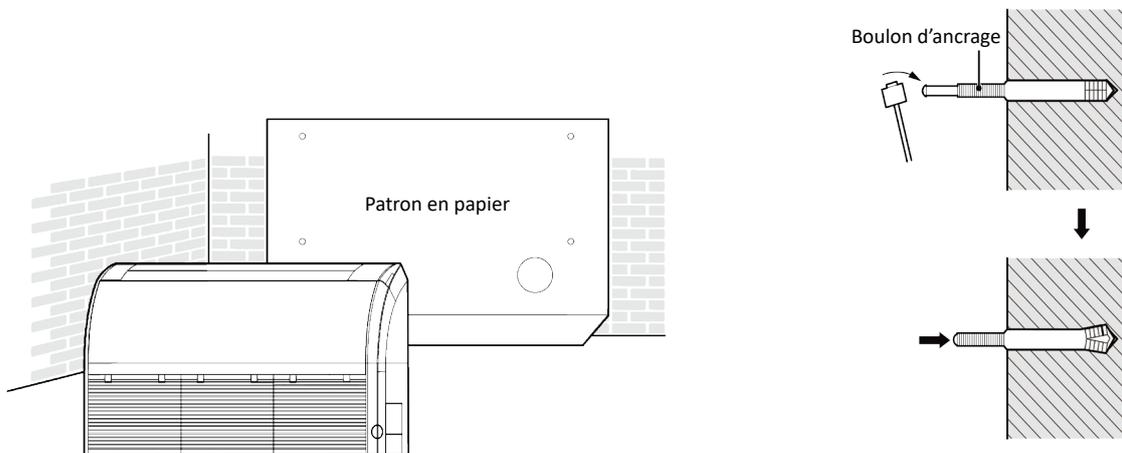

Fig.4.1.2.1
- 1 Déterminez les emplacements des suspensions au moyen du patron en papier, puis enlevez-le, comme montré sur la Fig.4.1.2.1 à gauche.
- 2 Insérez les boulons de fixation dans les trous percés, puis enfoncez les tiges jusqu'au fond des boulons de fixation avec un marteau, comme montré sur la Fig.4.1.2.1 à droite.
- 3 Retirez les panneaux latéraux droit et gauche, comme illustré à la Fig.4.1.2.2.